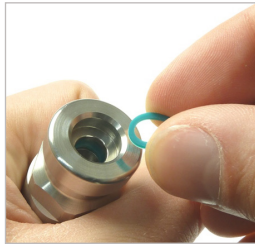
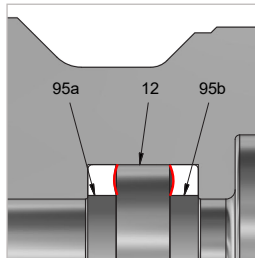

Abbildung 11
Abbildung 13
- Geben Sie Pos. 95b in den Einstich von Pos. 12 mit dem WEH® O-Ring Picker Art. Nr. 101969 (Abbildung 11 bis Abbildung 13).
Hinweis: Beachten Sie die Einbaulage (Abbildung 13).